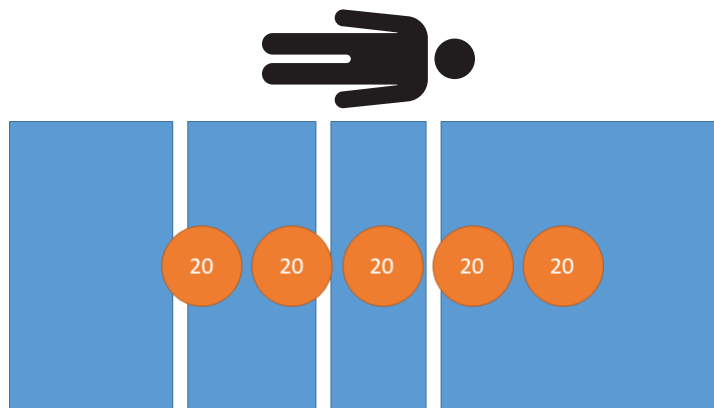

Abbildung 20 – Wägeleistungsprüfung – 100 kg
3. Mit kalibrierten Gewichten 100 kg auf das Produkt legen (Abbildung 20).
9. Mit kalibrierten Gewichten 100 kg auf das Produkt legen (Abbildung 20).